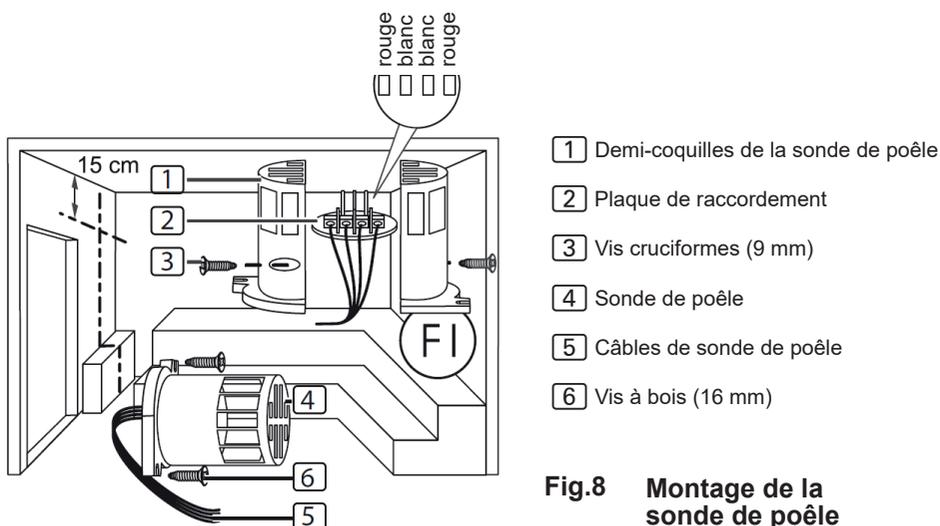

Fig.8 Montage de la sonde de pôle
Pour le montage de la sonde de poêle, suivez les étapes suivantes (voir **Fig.8**) :
3. Branchez les quatre raccordements du câble de la sonde de poêle **5** conformément à la **Fig.8**.
4. Posez la plaque de raccordement **2** en travers (voir **Fig.8**) dans les demi-coquilles de la sonde de poêle.